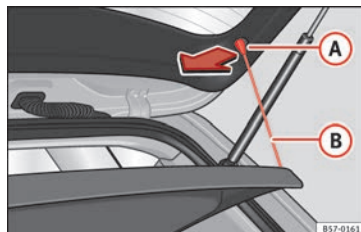

Abb. 154 Im Gepäckraum: Gepäckraumabdeckung aus- und einbauen.
- Hängen Sie die Haltebänder »» Abb. 154 **B** aus den Aufnahmen aus **A** aus.
- Hängen Sie die Haltebänder »» Abb. 154 **B** an der Heckklappe ein.